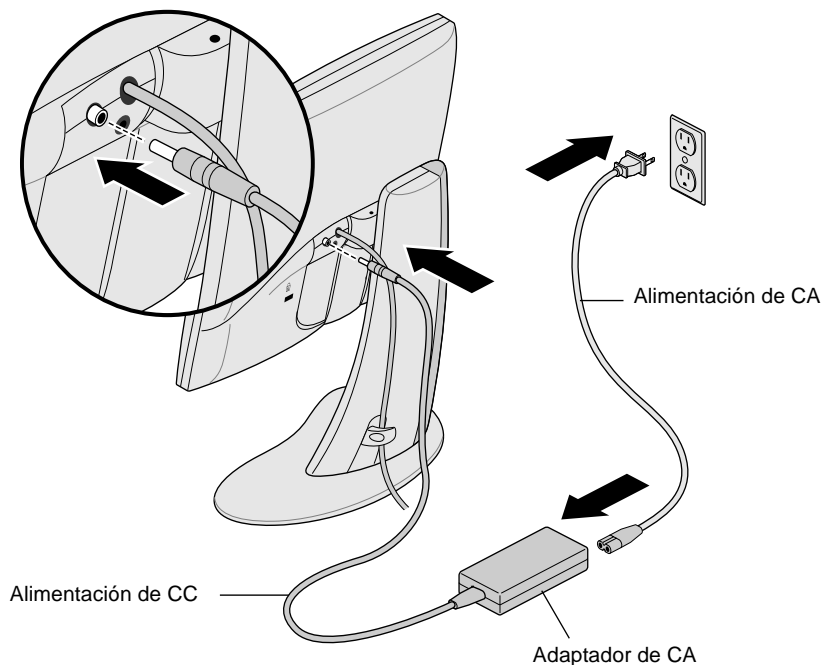

Figura 1-2 Conexión del cable de alimentación y el adaptador de CA
- Conecte el cable de alimentación de CC del adaptador de CA al conector de alimentación de entrada de CC en la parte posterior del monitor plano, como se muestra en la Figura 1-2.